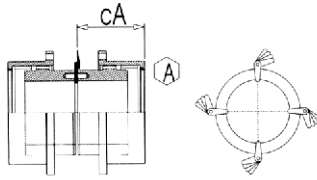
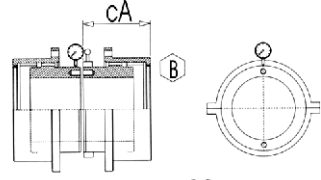

Fig.01
Fig.02
- H.1 Calculez la valeur du désalignement angulaire en élaborant, suivant le schéma ci-après, les mesures du parallélisme de tête entre les surfaces frontales de référence des deux moyeux. Pour les accouplements, cette opération pourra être effectuée en introduisant l'épaisseur mètre entre les têtes des deux moyeux, en exécutant un premier sondage à 360° pour déterminer la position et l'entité mini et maxi de la distance entre les moyeux. Après avoir déterminé les positions extrêmes, exécutez un mesurage précis sur quatre points à 90° l'un par rapport à l'autre, comme **A** en Fig. 01. La différence maxi entre deux valeurs à 180° représente le  $\Delta\alpha$ . Calculez la valeur du désalignement parallèle en exécutant, suivant les tableaux, une mesure de l'excentricité réciproque entre les diamètres de référence des deux moyeux. Dans ce but, fixez rigidement le comparateur sur une bande en 2/2 au diamètre de référence d'un moyeu, comme **B** en Fig. 02. Assurez-vous que l'ensemble de l'appareil de contrôle, pendant une rotation de 360°, n'a pas de jeux et, après, mesurez l'excentricité mini et maxi. La différence maxi relevée représente le  $\Delta P$ .